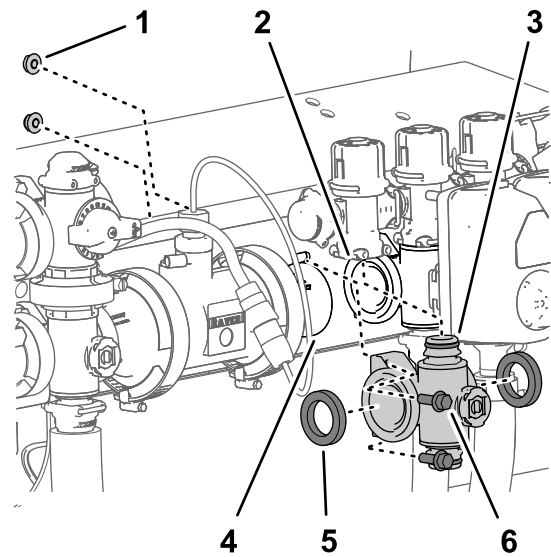

Figure 110
($\frac{1}{4}$ po) qui fixent le collecteur de vanne de section au support de vannes (Figure 110).
- Baissez le collecteur de vanne de section et les joints pour les séparer de la vanne de dérivation de section et déposez-les de la machine (Figure 110).